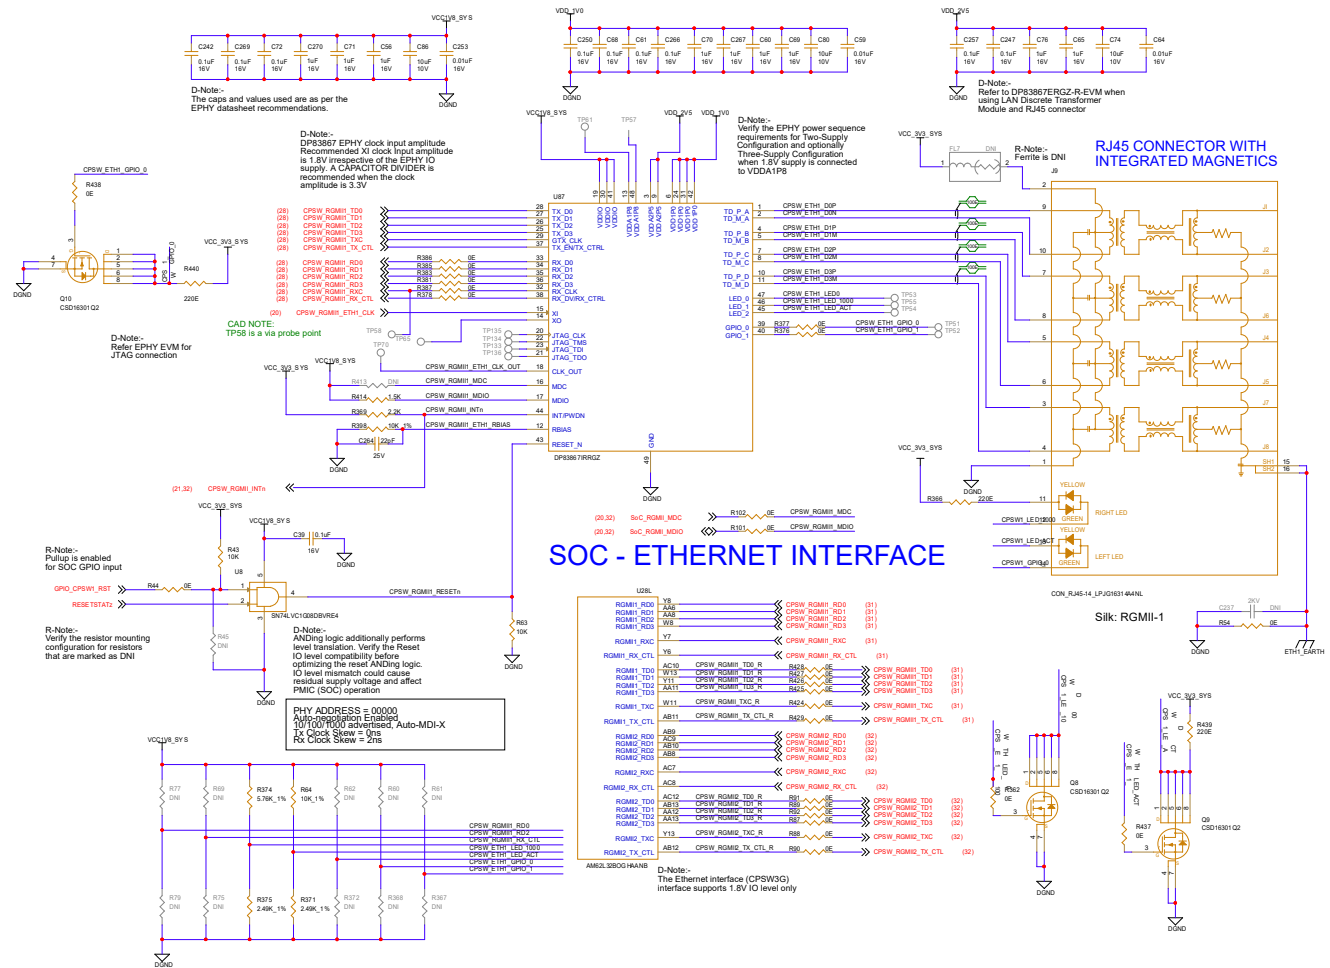

図 7-7. SOC MAC - EPHY RGMII インターフェイス
**図 7-7** は、RGMII インターフェイス用に構成され、イーサネット PHY U87 (DP83867、ギガビット) に接続されている CPSW3G (イーサネット) ペリフェラルを示しています。MAC インターフェイスの TDX 信号および RD_x 信号用の直列抵抗と、EPHY パラメータ (ピンストラップ) を構成するための並列プルも含まれています。AND ロジックを使用して EPHY を (個別に) リセットするリセット ロジックを示します。EPHY 電源レールに推奨されるバルク キャパシタとデカップリング コンデンサも含まれています。